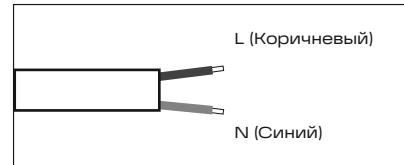

Рис. 7
5.15 Подключите кабель электропитания с помощью клеммной колодки в основании разъема в соответствии с цветовой схемой на рис. 7.